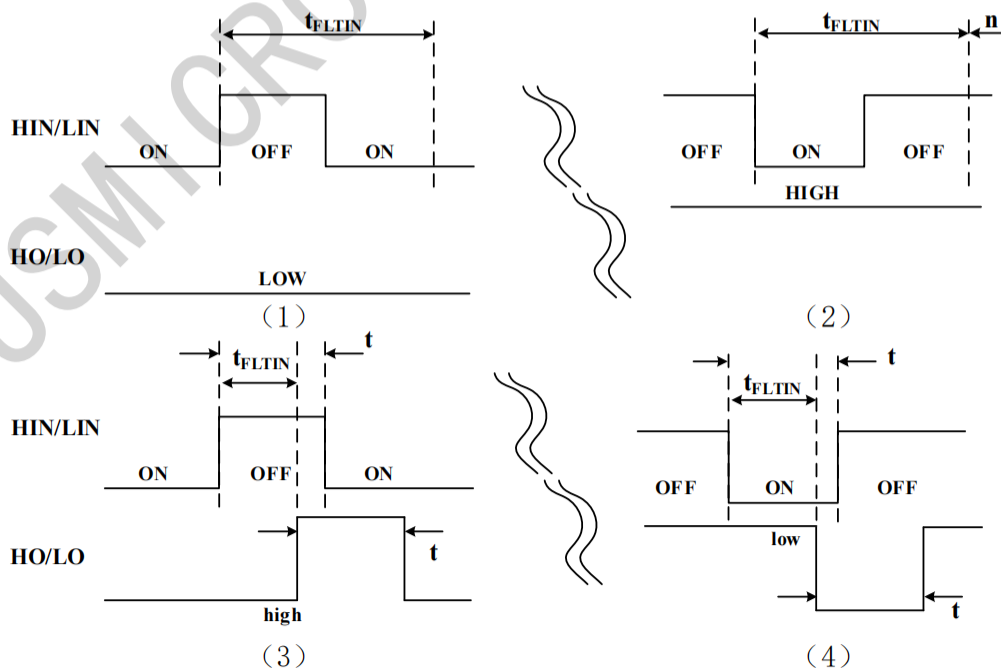

图 7-2 输入滤波波形定义
FAN73896包含有三路独立的半桥信号输入端口用于接收来自主控的控制信号，不互相干扰。每路半桥的高侧与低侧之间有互锁功能，保证同相位高侧与低侧的输出不会同时为高电平。且高侧与低侧信号之间存在内置的死区时间，有效避免了输出信号重叠导致的严重故障。信号输入端口采用边沿触发的方式，因此在触发保护后，需要给出下一个触发沿信号，输出才会产生变化。每个信号输入端口均通过一个 40KΩ 的电阻下拉至 VSS，浮空时将设置为低电平输入。每个信号输入端口（包括 EN 使能端口）均包含有滤波功能，不会被低于滤波时间的脉冲触发，当包含滤波功能的端口输入信号发生变化时，其持续时间小于输入滤波时间，输出端口均不受到影响产生变化。当输入信号变化持续时间大于输入滤波时间，输出端口则随输入信号发生改变，并与其保持同等时间，如图 7-2 所示：
(1) 当输入正脉冲信号时，且该脉冲信号宽度小于滤波宽度 ( $t < t_{FLTIN}$ )，如图 7.2(1)所示。输出信号不发生变
(2) 当输入正脉冲信号时，且该脉冲信号宽度大于滤波宽度 ( $t > t_{FLTIN}$ )，如图 7.2(3)所示。输出信号发生变化，触发一个持续时间为  $t$  (同输入脉宽时间) 的低电平后恢复高电平；
(3) 当输入负脉冲信号时，且该脉冲信号宽度小于滤波宽度 ( $t < t_{FLTIN}$ )，如图 7.2(2)所示。输出信号不发生变化，持续为低电平；
(4) 当输入负脉冲信号时，且该脉冲信号宽度大于滤波宽度 ( $t > t_{FLTIN}$ )，如图 7.2(4)所示。输出信号发生变化，触发一个持续时间为  $t$  (同输入脉宽时间) 的高电平后恢复低电平。